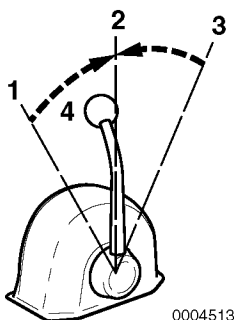

Figure 2
Utilisez la poignée d'accélération (Figure 2, (4)) pour contrôler l'accélération et la décélération. Déplacez la poignée lentement.
2. Lorsque vous déplacez la poignée entre AVANT (Figure 2, (1 ou 3)) et ARRIÈRE (Figure 2, (3 ou 1)), amenez la poignée sur la position NEUTRE (Figure 2, (2)) et faites une pause avant de passer lentement sur la position désirée. Ne passez JAMAIS brusquement de AVANT à ARRIÈRE ou vice versa.